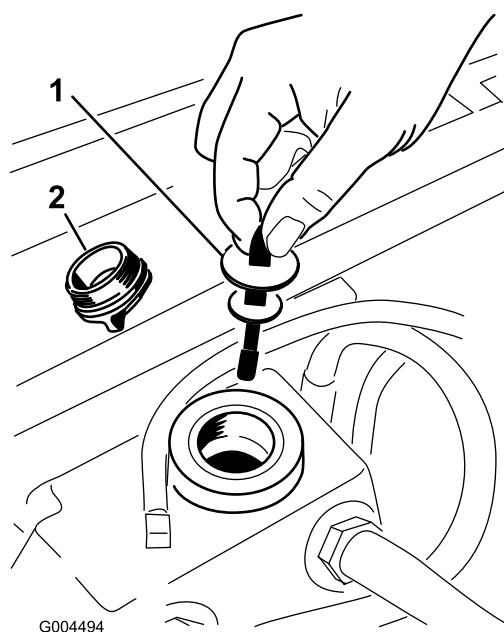

Figura 95
- Retire el tapón de llenado de aceite hidráulico del cuello de llenado (Figura 95).
6. Retire la varilla y límpiela con un paño limpio (Figura 95).
- Introduzca la varilla en el cuello de llenado; luego retírela y verifique el nivel del aceite (Figura 95).